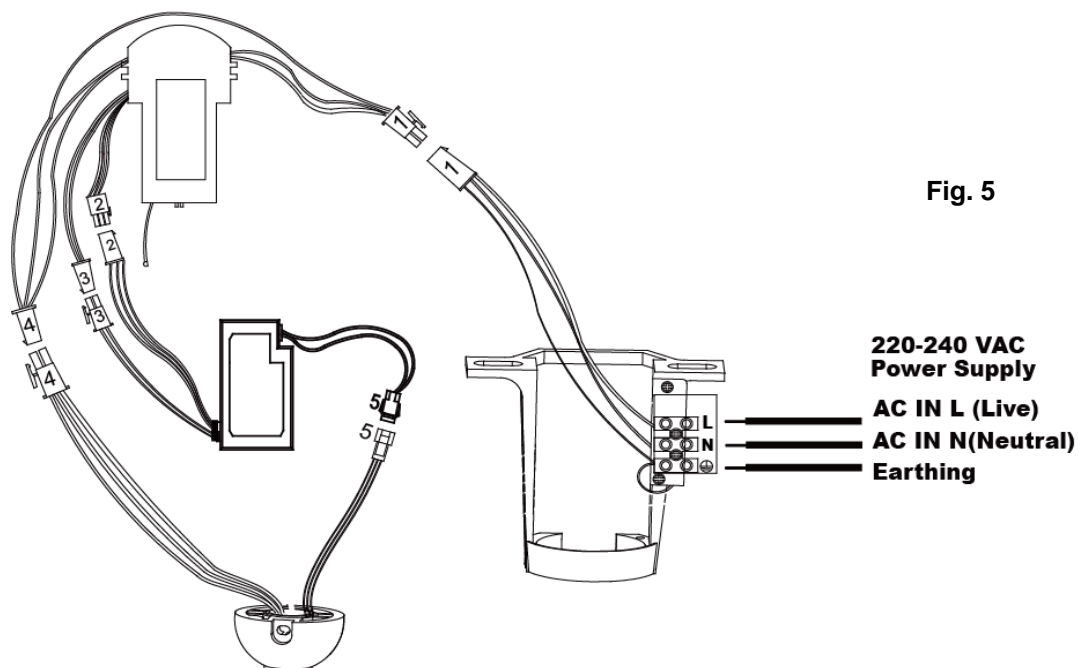

Fig. 5
3. Consulte el diagrama de cableado proporcionado para la Conexión/Instalación Eléctrica. Fig.5
- Después de completar el cableado eléctrico en los terminales del soporte de montaje y de conectar los cables de entrada de alimentación del receptor remoto y del cableado fijo a través de los conectores rápidos de 4 puertos (1); conecte los cables de entrada de alimentación del controlador del LED y los cables de salida de alimentación al receptor remoto a través de los conectores rápidos de 2 puertos (3); conecte los cables de entrada de la señal PWM del controlador de LED y los cables de salida de la señal PWM al receptor remoto a través de los conectores rápidos de 3 puertos (2); conecte la salida al ventilador del receptor remoto y los cables de entrada del motor a través de los de conectores rápidos de 4 puertos (4); conecte también los cables de salida del controlador de las luces LED a través de los conectores rápidos de 3 puertos (5). **Fig.5**